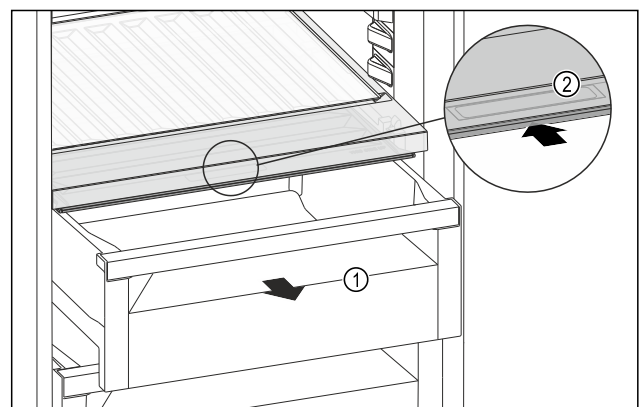

Fig. 163
- Schubfach Fig. 163 (1) herausziehen.
- Griffmulde Fig. 163 (2) am Fachdeckel anfassen und Fachdeckel gleichzeitig nach hinten schieben.